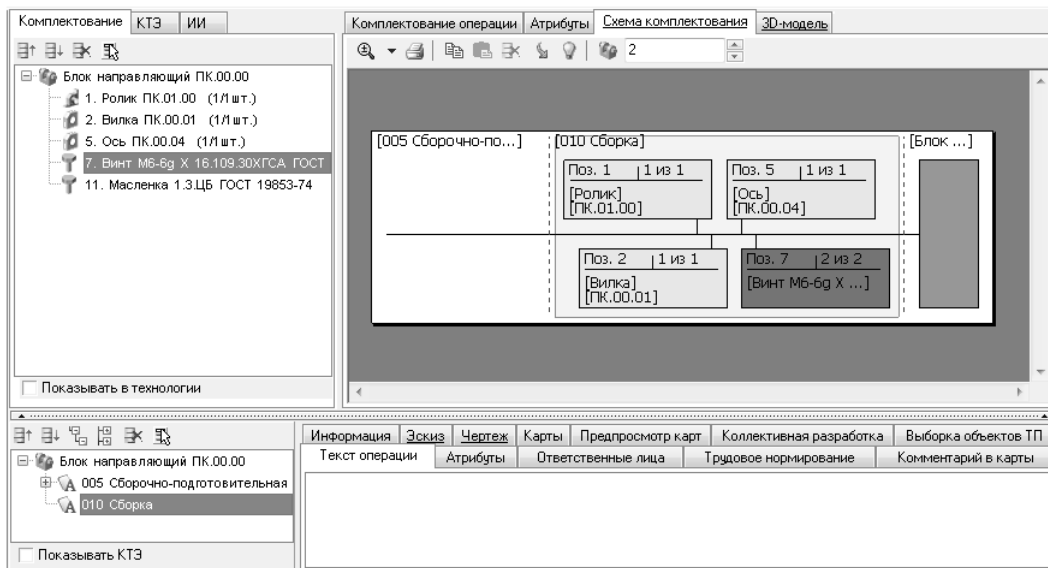

Рис. 11.12.
31. Изделие *7. Винт* идет на операцию в количестве 2 шт., поэтому операцию «перетаскивания» для этого элемента повторите дважды (рис. 11.12).